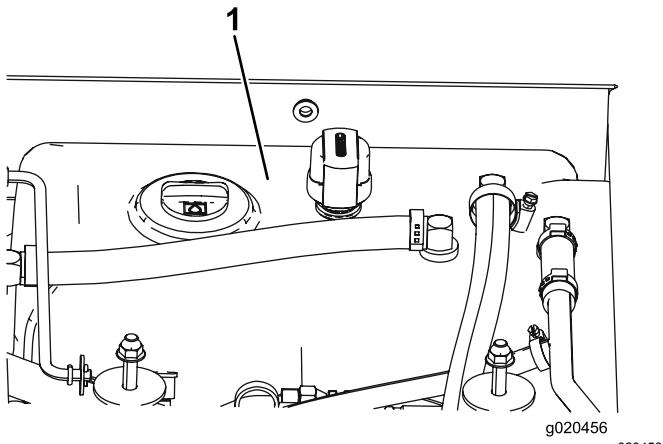

Bild 96
- Füllen Sie den Hydraulikbehälter (Bild 96) mit Hydrauliköl, siehe Prüfen des Hydrauliköls \(Seite 69\).